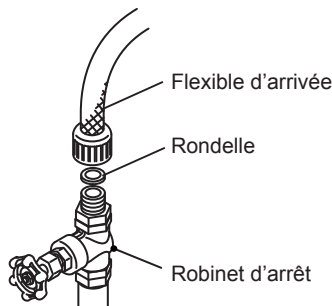

Fig. 4
- 1) Raccorder l'extrémité libre du tuyau d'arrivée d'eau au robinet d'arrêt (Fig. 4), en veillant à placer correctement la rondelle d'étanchéité. Serrer manuellement de manière à obtenir un raccordement étanche. Il est prudent d'avoir un robinet d'arrêt à proximité.
- 4) Fermer la conduite d'alimentation d'eau potable grâce au robinet d'arrêt. Voir fig. 4.